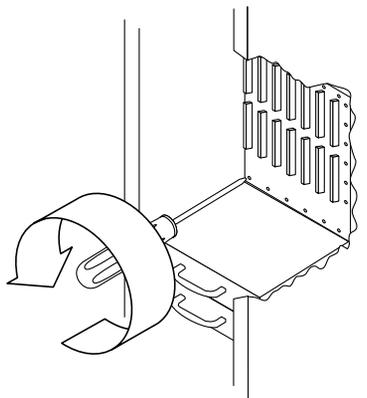

図 11-6 システムセンタープレーンを固定しているねじの取り外し — Sun Fire E6900 システム
11. システム正面で、センタープレーンをシャーシに固定している19本のねじを外します (図 11-6)。